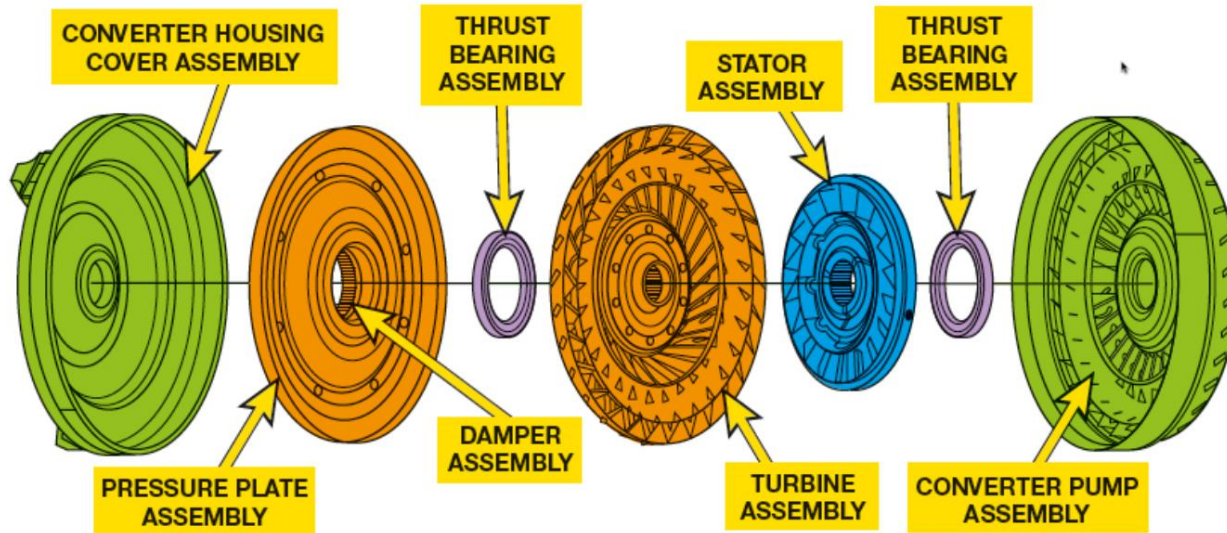

Figura 10. Convertidor de par y embrague del convertidor de par (placa de presión).
El embrague del convertidor de par (TCC) está controlado por la PCM. Esta determina cuándo debe aplicarse el TCC según la información de los sensores, como la posición del acelerador (TP), la carga del motor (MAP) y la temperatura del motor. El TCC se puede aplicar en casi cualquier marcha, dependiendo del diseño de la transmisión/transeje, y se puede monitorear con un escáner. Figura 10.